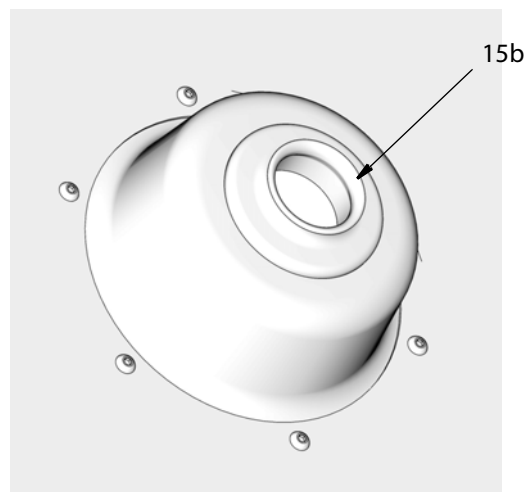

Рис. 26
5. Проверьте, находится ли резиновая прокладка (15b) по центру упорной пластины (Рис. 26).